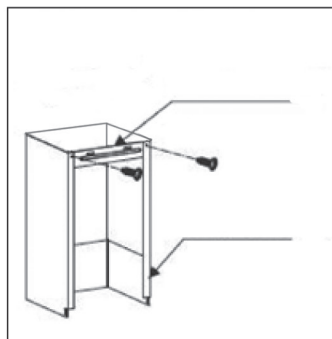

Рис. 10
3. Скрепите на необходимую Вам высоту два декоративных кожуха с помощью входящей в комплект планки и двух саморезов (см. рис. 10).